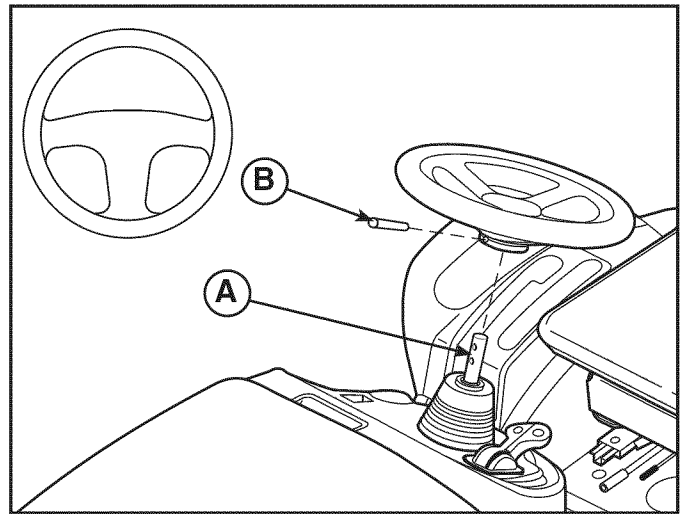

FIGURA 13
1. Use un punzón adecuado para retirar el pivote de rodillo (A, Figura 13) en la base del volante (B).
2. Tire hacia abajo la funda de goma para exponer los dos orificios en el árbol de la dirección (C).